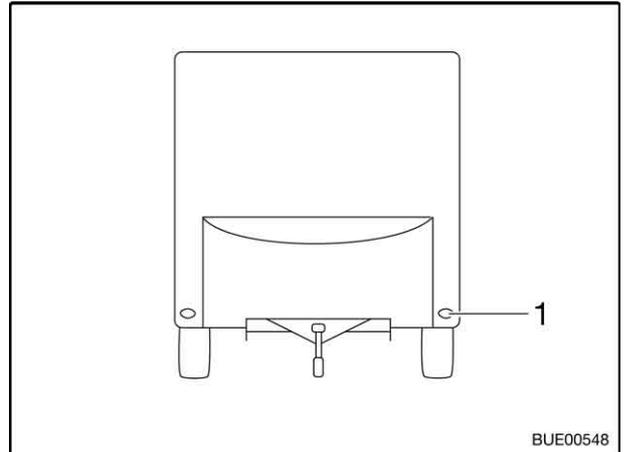

Bild 192 Beleuchtung Front
- Gehäuseschrauben (Bild 192,1) lösen.